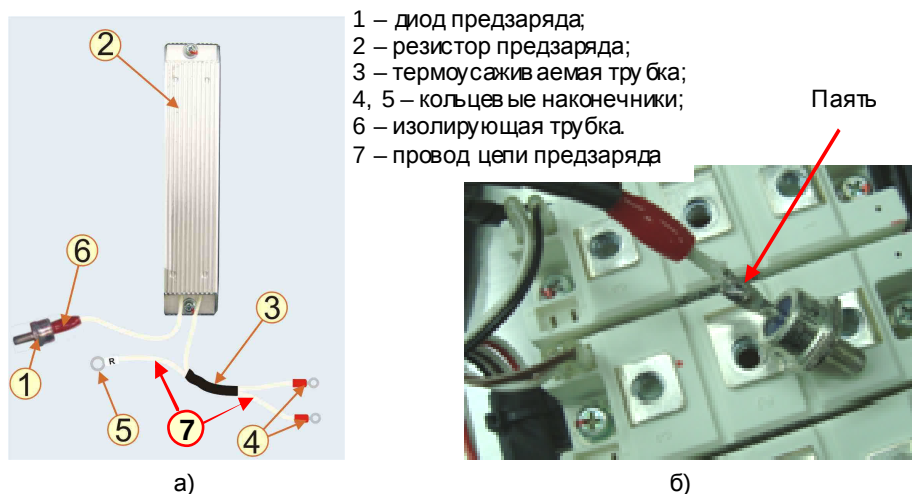

Рис. 7.7.
7.4.1. Зачистить концы проводов резистора предзаряда (рис. 7.7а).
7.4.2. Облудить и соединить пайкой один из проводов резистора предзаряда 2 с катодом диода предзаряда 1 (рис. 7.7а). Надеть на место пайки изолирующую трубку 6.
7.4.4. К второму проводу резистора приложить провод цепи предзаряда (для соединения клеммы R с клеммой TB1 платы управления тиристорами), поз. 7 на рис. 7.7а. На эти два провода надеть отрезок термоусаживаемой трубки и прогреть ее для усадки.
Допускается вместо термоусаживаемой трубки (рис. 7.7) использовать 2 стяжки.